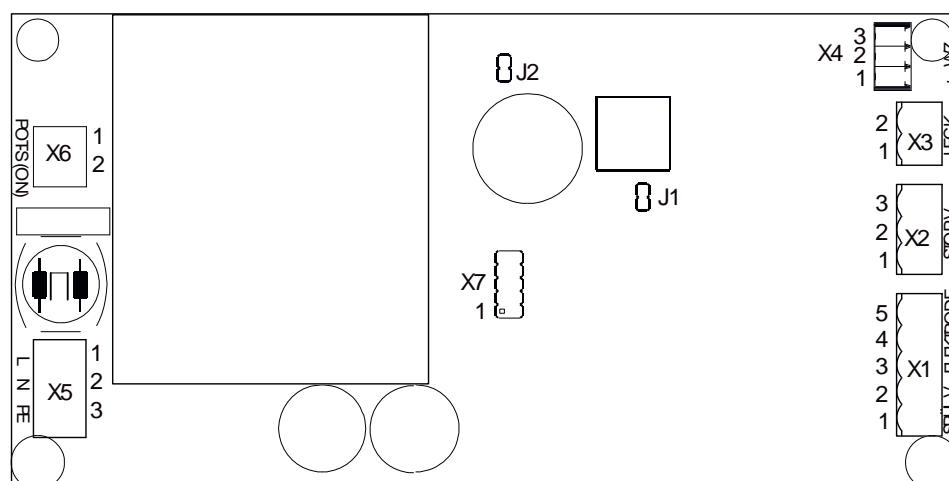

Fig. D-2: Assegnazione dei morsetti del circuito stampato di comando
3. Se lo si desidera, collegare un messaggio di guasto collettivo (vedere fig. D-2 morsetti X6.1, 6.2).